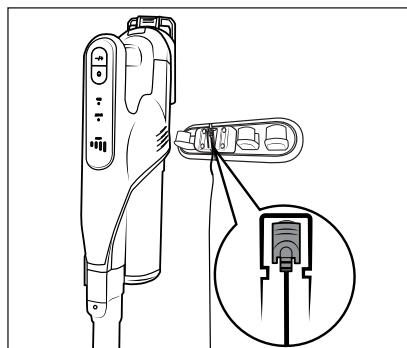

Fig. 6
- ◆ Sæt støvsugeran i vægholderen **17** ovenfra, så hulstikket **10** går ind i ladestikket **2** på undersiden af produktet. Batteriindikatoren **26** begynder at blinke, og opladningen starter (se fig. 6 og 7).